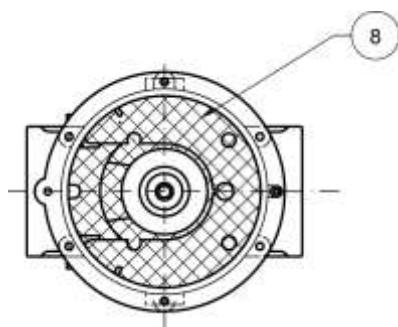

Рис. 10
Прочистить, продуть или, при необходимости, заменить фильтрующий элемент (8) (правильное положение фильтрующего элемента см. на рис. 10, 11). Собрать клапан, выполняя обратную последовательность действий.